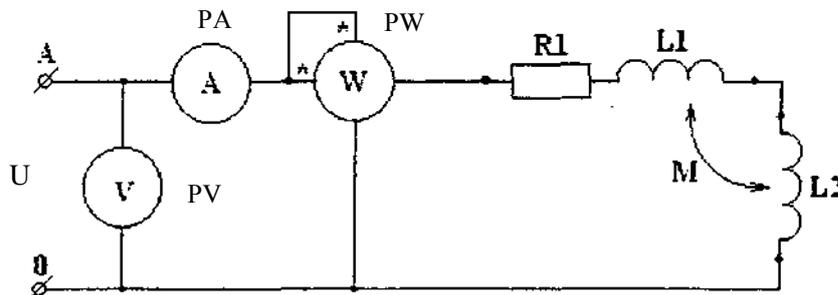

Рис. 1
- 5.3. Собрать электрическую цепь (рис. 1) и показать ее преподавателю.